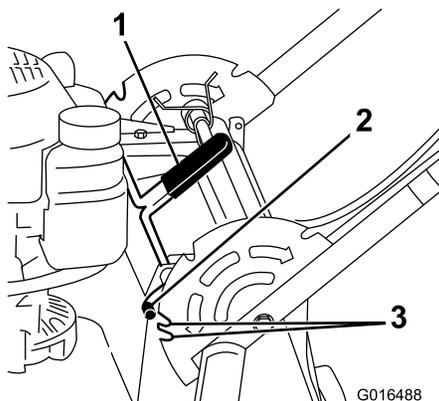

Рисунок 16
1. Слегка поднимите рукоятку и потяните рычаг фиксации рукоятки вперед, чтобы вывести из зацепления пальцы фиксации рукоятки (Рисунок 16).
2. Поверните рукоятку и совместите требуемую прорезь в кронштейне рукоятки с пальцами фиксации рукоятки, см. Рисунок 16.